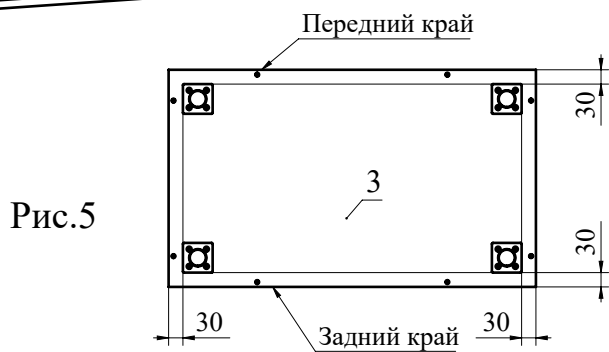

Рис.5
5. При помощи шурупов 3,5x16 прикрутите опоры к детали 3 (Рис. 5).